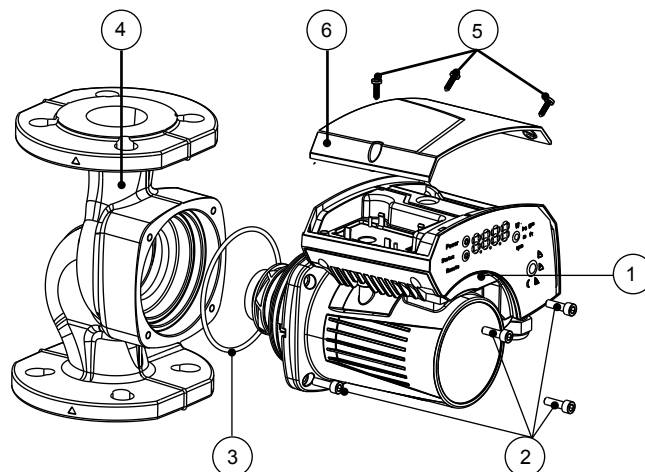

Figure 2: Changer la position de la tête de la pompe pour 1 PH
1. Ouvrir le couvercle de la boîte à bornes en retirant les vis (5). Consulter les figures 2 et 3 à la page 7. Utiliser le tournevis de contrôle décrit à la section 4.2 pour accéder aux borniers.